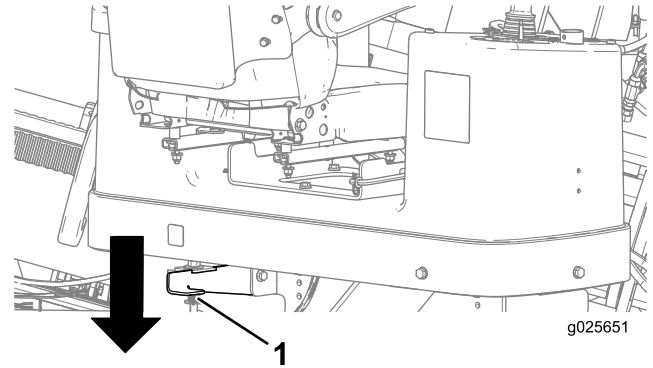

Figura 39
5. Presione hacia abajo la palanca trasera de enganche de la plataforma del operador y gire la plataforma hacia afuera a la posición deseada, asegurándose de que se bloquea en su lugar (Figura 39).